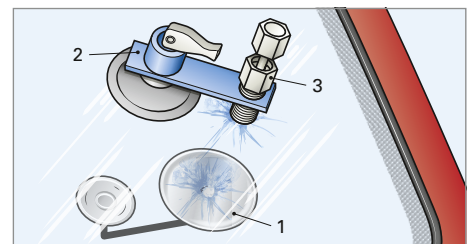

Bild 3: Vorrichtung für die Scheibenreparatur
5. Ein Glasschaden (Bild 1) soll mit dem in Bild 3 dargestellten System repariert werden. Welche Aufgabe hat der Spiegel (1), der von der Innenseite unter dem Schaden angebracht wird?